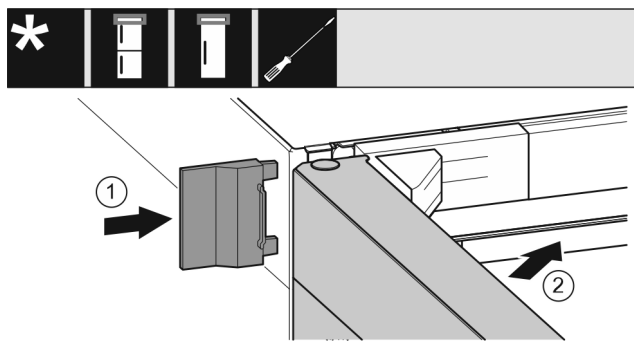

Fig. 22
- Skjut på det yttre skyddet Fig. 22 (1).
- Stäng den övre dörren Fig. 22 (2).